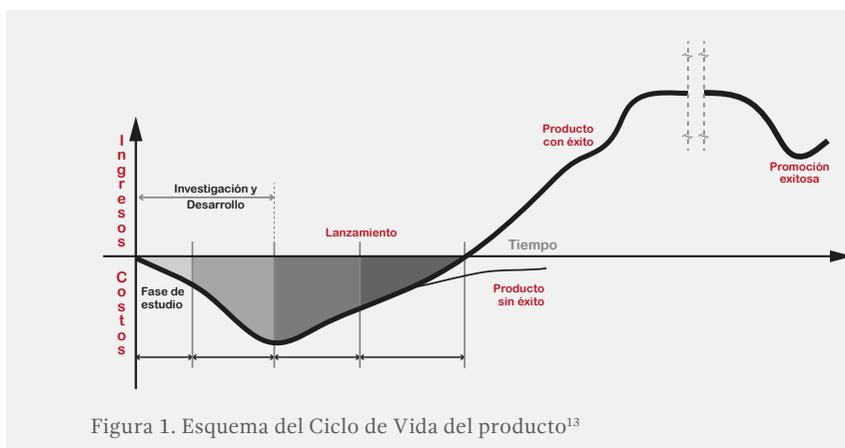

Figura 1. Esquema del Ciclo de Vida del producto13
- **Ciclo de vida:** Este concepto es un apartado de la mercadotecnia. Incluye desde las fases de inversión para el estudio, diseño y desarrollo del producto; su fase de lanzamiento, que contempla la elaboración de prototipos, la fabricación de muestrales para la producción y la inserción y prueba en el mercado del producto, hasta lograr mantener por un determinado tiempo al producto en el mercado de manera exitosa (Figura 1).